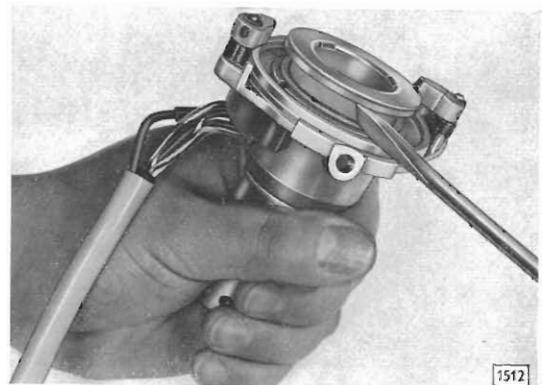

Bild 37 - Kugellagergehäuse aus Blinkerschaltergehäuse herausdrücken
2. Kugellagergehäuse an seinem Bund gleichmäßig über dem Umfang mit Schraubenzieher hochdrücken und aus Blinkerschaltergehäuse herausnehmen (Bild 37).